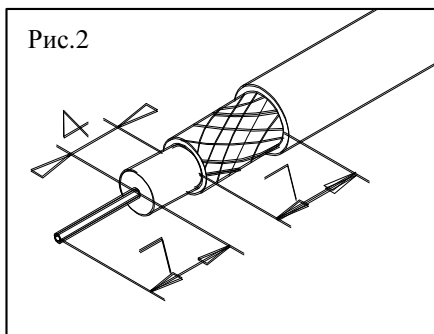

Рис.2
- 5.4. Разделать конец коаксиального кабеля, как показано на рис.2.